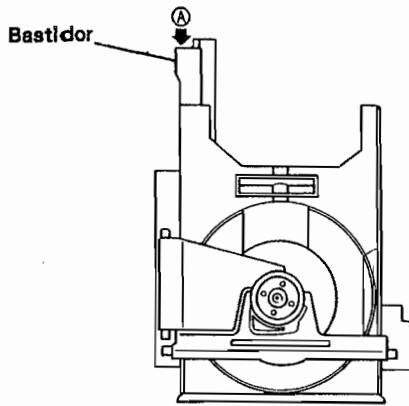
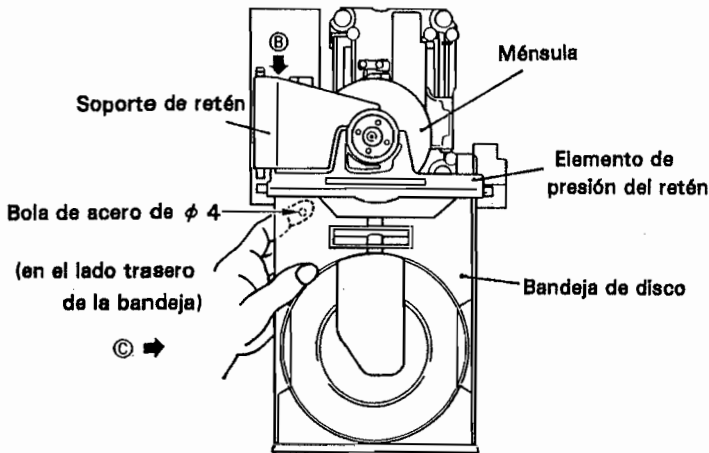
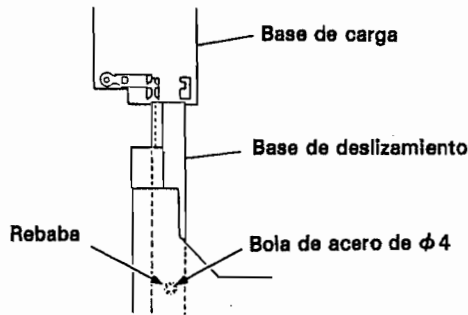
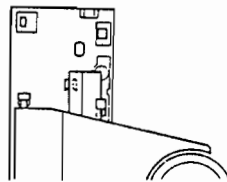

Figura 7-3
Figura 7-4
Figura 7-13
Figura 7-14
- Mientras se presiona el extremo posterior (A) en el bastidor de la figura 7-3, tire de la bandeja del disco (*1) hasta que se detenga (esta posición de parada se muestra en la figura 7-4).
2. Mientras se eleva la parte (B) del soporte de retén en la figura 7-4 con la mano derecha, sostenga y tire la parte (C) de la bandeja con la mano izquierda. Tenga cuidado de no dejar caer la bola de acero de φ4 (sostenga la bola con su dedo índice).
<p>Monte la bandeja del disco de acuerdo al siguiente procedimiento después de los ajustes.</p> <ol style="list-style-type: none"> 1. Extraiga el disco y luego el espaciador. 2. Mientras eleva la parte (B) del soporte de retén en la figura 7-4 con la mano derecha, sostenga la parte (C) de la bandeja con la mano izquierda (sostenga la bola de acero de $\phi 4$ con el dedo índice de la mano izquierda para no dejar caer la bola), inserte la bandeja, mientras coloca la base deslizante en la parte plástica sobre la base de carga como se muestra en la figura 7-13. (Tenga cuidado de no dañar el panel delantero que puede suceder cuando el lado delantero del panel delantero toca la rebaba sobre la base deslizante en la sección de la bola de acero de $\phi 4$.) 3. Inserte la base deslizante en las dos partes plásticas en la parte trasera de la base de carga (figura 7-14). 4. Empuje la bandeja en todo su recorrido hacia abajo.